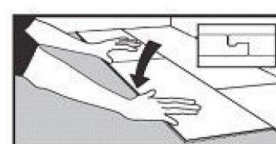

Figura 4
- Deje que el lado corto de la tabla se doble hacia abajo hasta que la lengüeta y la ranura encajen correctamente en ambos lados. (**Figura 4**)